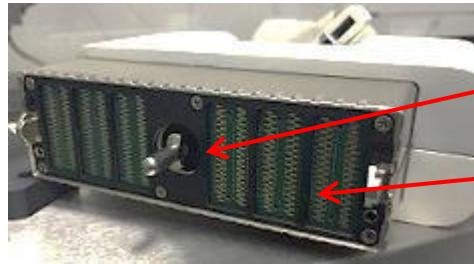
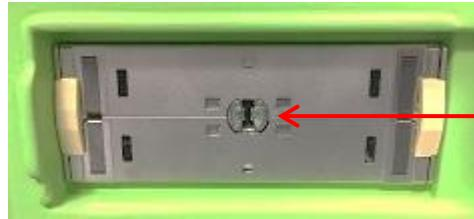

図26：ロッキングピン
図27：トランステューサコネクタスロットのロックノッチ
- トランステューサコネクタのロッキングピン（図26を参照）をExactVuシステムのトランステューサコネクタスロットのロックノッチ（図27を参照）に揃え、トランステューサコネクタが図28に示された向きになるようにする。